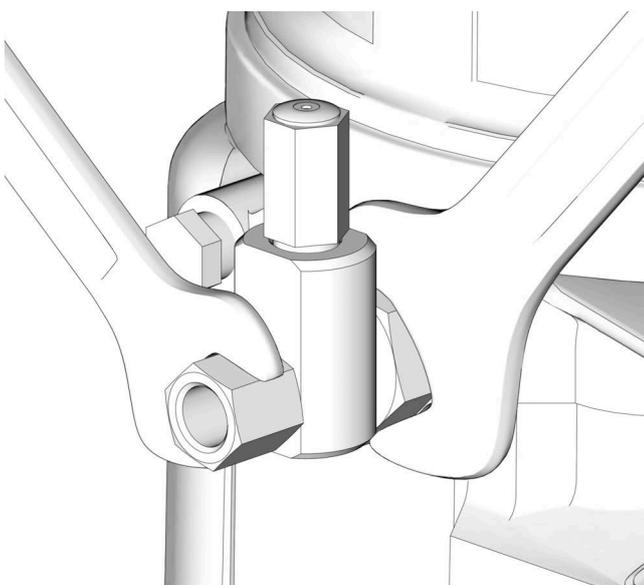

Рис. 12
- При подключении любого оборудования к патрону насоса или вспомогательным фитингам обязательно пользуйтесь двумя ключами, поворачивая их в противоположные стороны. Пример см. на Рис. 12.